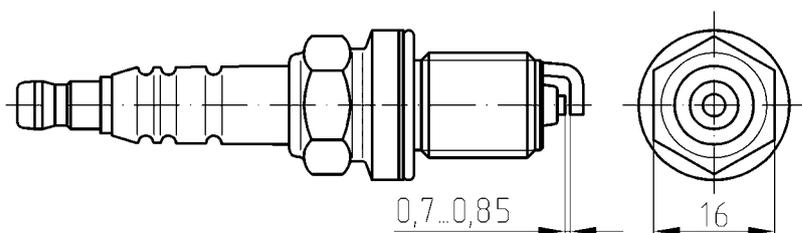

Рис.49. Свеча зажигания
5. **Свечи зажигания** 4052.3707000-10\* (DR17YC-F ф.«Brisk») (тип свечи зажигания по ГОСТ Р 53842 АУ14ДВРМ) - малогабаритного исполнения, с помехоподавительным резистором, четыре штуки, ввернуты в головку цилиндров по центру камер сгорания (рис.49). Зазор между электродами свечей зажигания 0,70...0,85 мм.